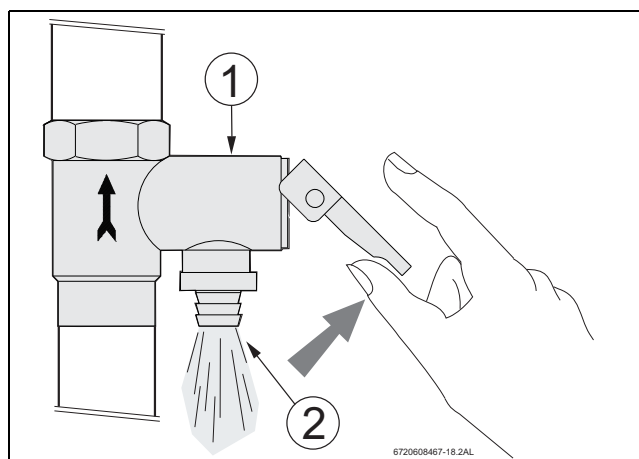

Fig. 48 Válvula de seguridad
- ▶ Abrir la válvula de seguridad al menos una vez al mes de forma manual (→ fig. 48) para asegurar su fiabilidad funcional.